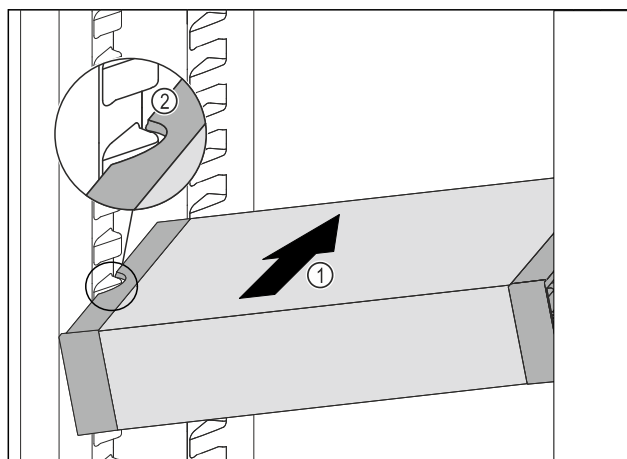

Fig. 213
- Inserire VarioSafe ad angolo nel vano frigorifero Fig. 213 (1), fino a quando le cavità laterali Fig. 213 (2) di VarioSafe non si trovano al livello della nervatura del contenitore nel vano frigorifero.